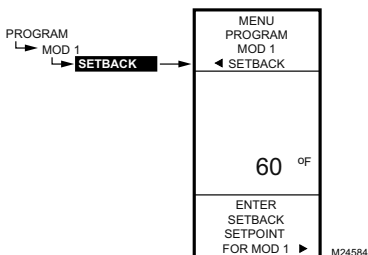

Fig. 61. Programar - Retroceso.
- Para programar la temperatura de retroceso sin reinicio, consulte la Fig. 61 en la página 29.